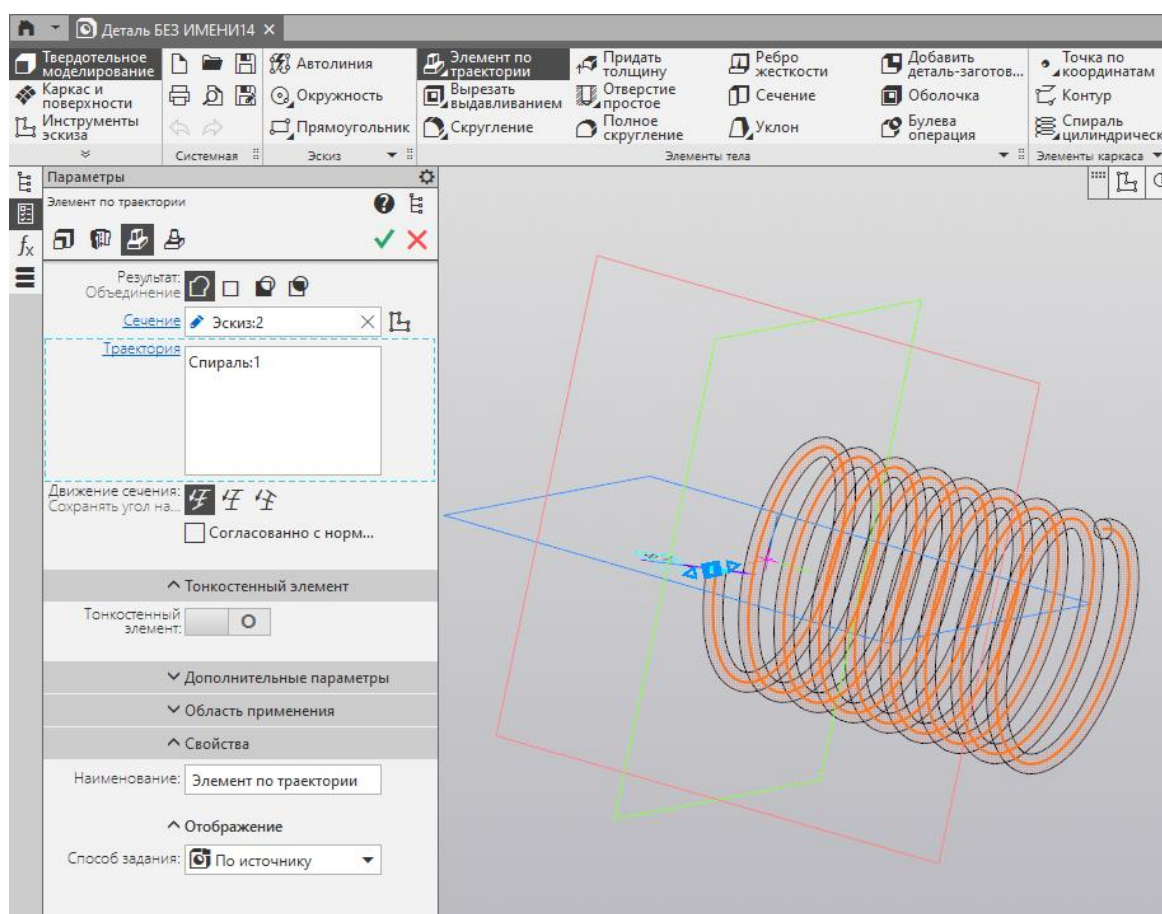

Рисунок 7 – Настройка параметров элемента по траектории
5. Выберите функцию «Элемент по траектории» . В настройках этого элемента убедитесь, что выбрано сечение эскиза с окружностью. Укажите траекторию, кликнув на спираль (рис. 7). Подтвердите операцию, нажав на зеленую галочку. Результат показан на рисунке 8.